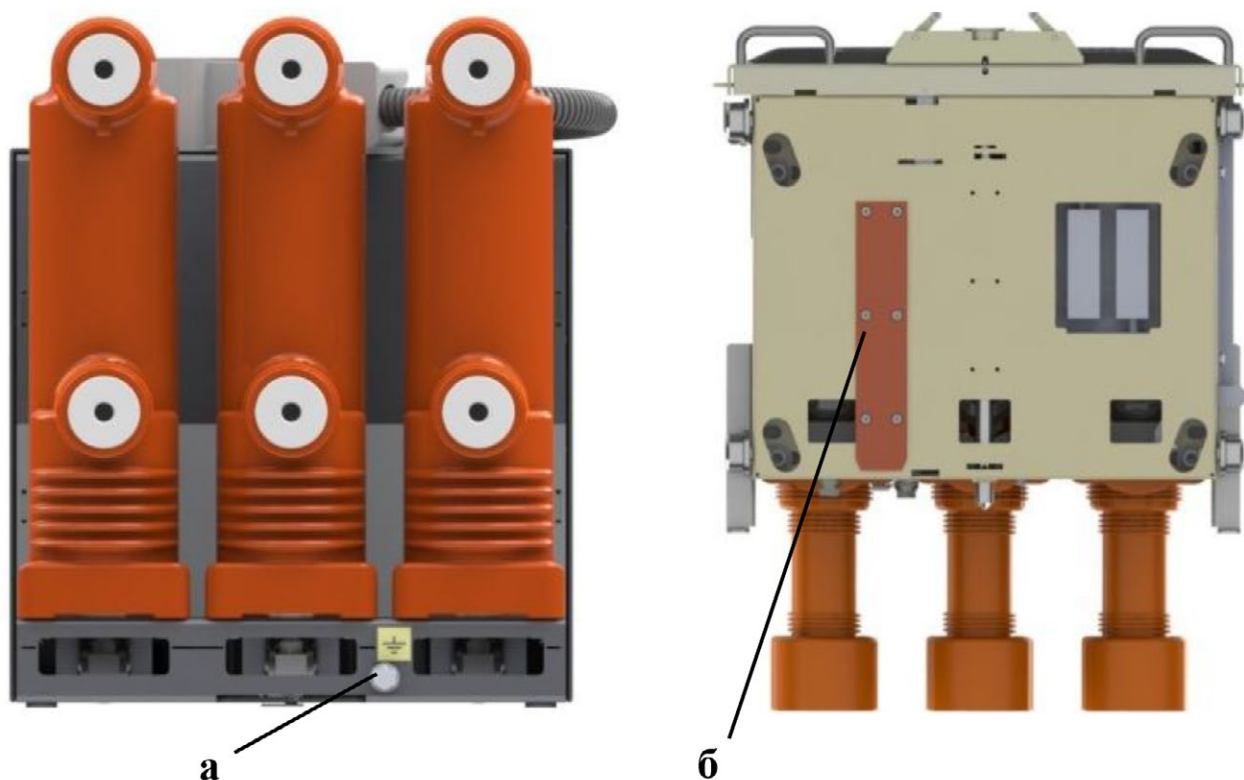

Рис. 13 Место присоединения заземляющего проводника:
3.3.5.1 Для выключателя в исполнении стационарном подключение заземления производится при помощи болтового соединения М12, обозначенного знаком «Заземление» (рис. 13а).